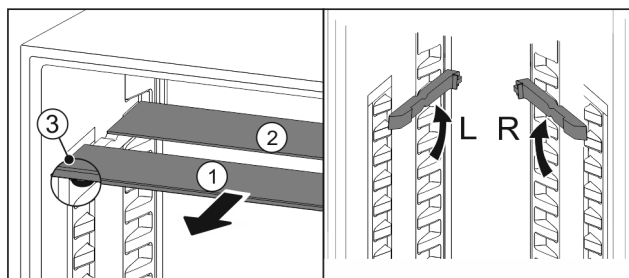

Fig. 99
- ▶ Skleněné desky jednotlivě vytáhněte dopředu Fig. 99 (1).
- ▷ Skleněná deska Fig. 99 (1) s ozdobnou lištou leží vpředu.
- ▷ Zářáčky Fig. 99 (3) směřují dolů.